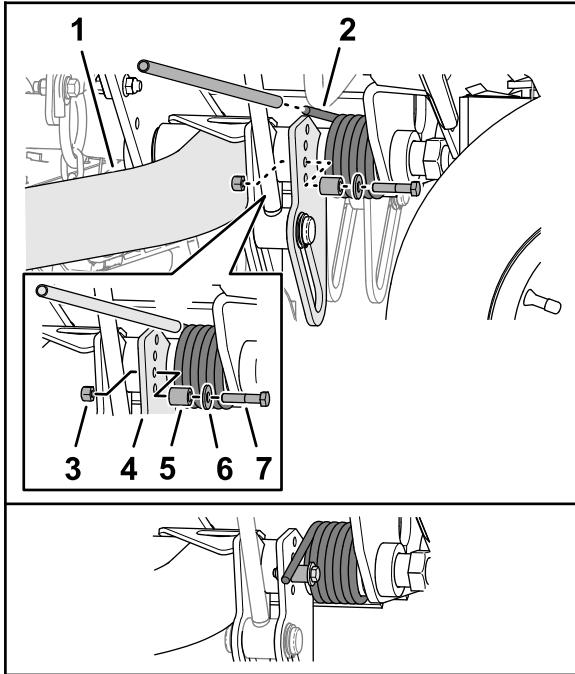

Bild 49
2. Führen Sie ein Rohr oder einen ähnlichen Gegenstand über das lange Teilstück der Zugfeder und heben Sie das Federbein an, um den Druck auf das Distanzstück zu verringern (Bild 49).
3. Halten Sie die Feder fest und entfernen Sie die Schraube, die Unterlegscheibe und die Sicherungsmutter von der Hubplatte (Bild 49).